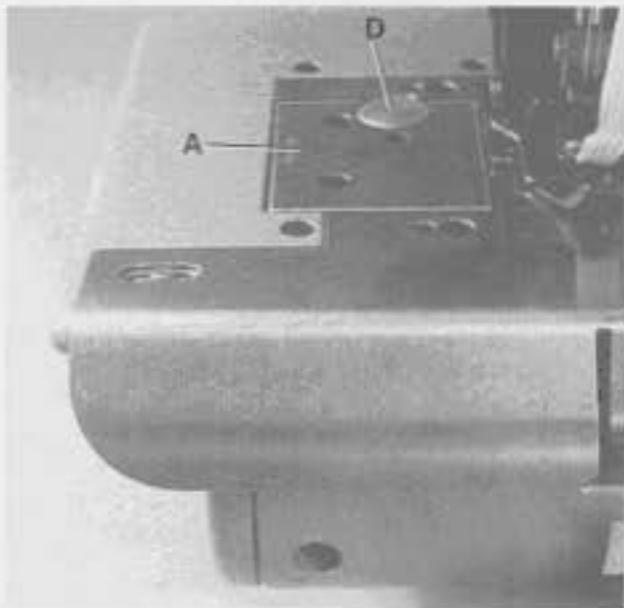
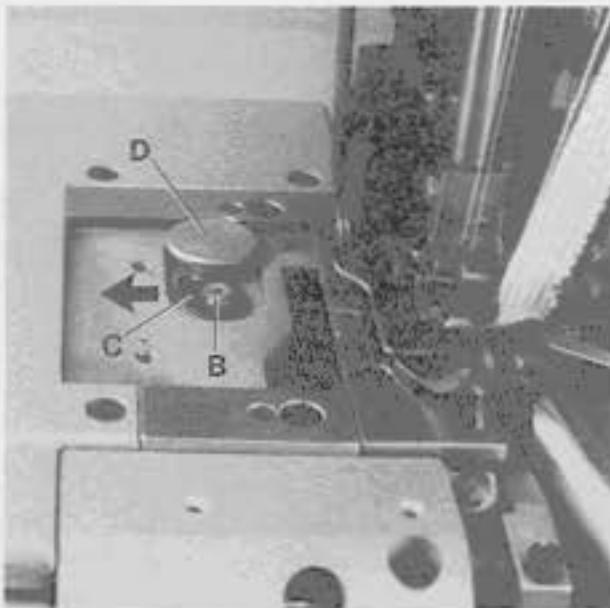
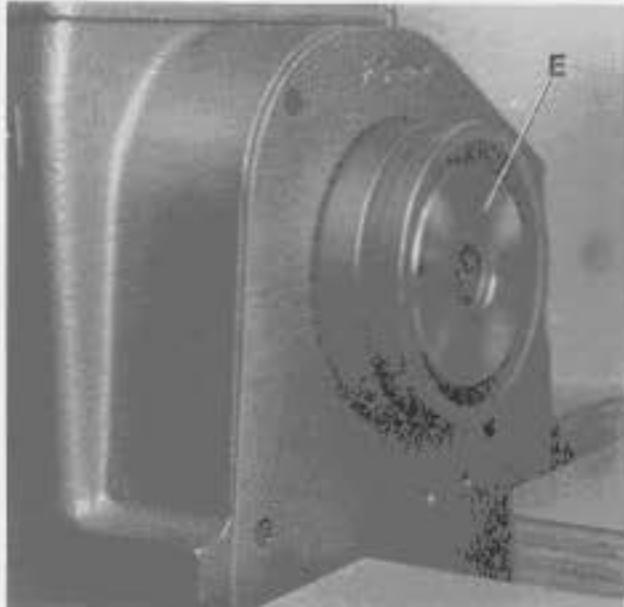

Fig.33
Fig.34
Fig.35
Before the machine leaves the factory, the stitch length change mechanism is locked. After removing cover (A, Fig. 33) and loosening screw (B, Fig. 34) lever (C) can be swung in the direction of the arrow to the left to unlock the stitch length change mechanism. The required hexagon socket wrench is a component of the machine accessories.
The stitch length is changed by slightly pressing push button (D, Fig. 33 and 34) and simultaneously rotating pulley (E, Fig. 35). Within one revolution of the pulley push button (D, Fig. 33) engages and the stitch length change starts. Rotating pulley clockwise shortens the stitch, rotating it counter-clockwise increases the stitch. After setting the desired stitch length, the mechanism can be locked again. Remount cover.
Vor dem Versand der Maschine wird die Stichlängenverstellung blockiert. Entfernt man den Deckel (A, Fig. 33) und löst die Schraube (B, Fig. 34), kann der Hebel (C) in Pfeilrichtung nach links geschwenkt werden und die Arretierung der Stichlängenverstellung ist aufgehoben. Der benötigte Sechskantschraubendreher ist im Zubehör der Maschine enthalten.
Die Stichlänge wird durch leichtes Drücken auf den Knopf (D, Fig. 33 und 34) und gleichzeitiges Drehen des Handrades (E, Fig. 35) eingestellt. Nach spätestens einer Umdrehung des Handrades rastet der Knopf (D, Fig. 33) ein und die Stichverstellung beginnt. Drehen des Handrades im Uhrzeigersinn verkleinert den Stich, drehen im Gegenuhrzeigersinn vergrößert ihn.